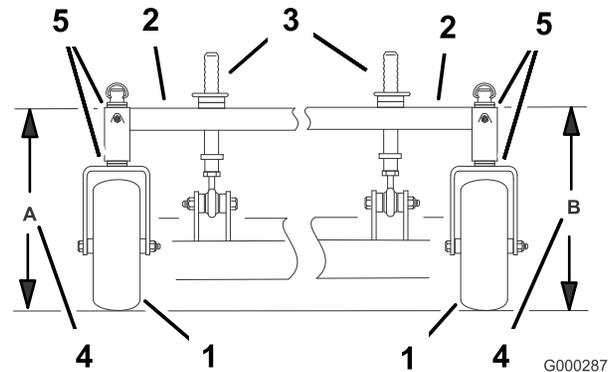

Figura 55
4. Misurate l'altezza del telaio portante al punto A (Figura 55).
5. Misurate l'altezza del telaio portante al punto B (Figura 55).